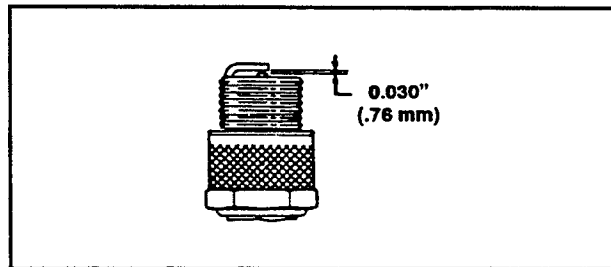

Figure 19
3. Régler l'écartement de l'électrode à 0,76 mm (0,030 pouce) (fig. 19). Installer la bougie ainsi préparée et le joint d'étanchéité. Serre à un couple de 19 N•m (14 pieds-livres).